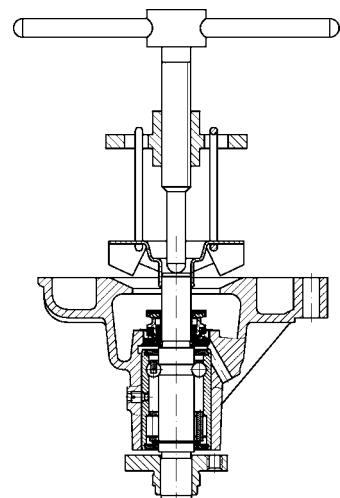

Рис. 4.50. Снятие крыльчатки насоса системы охлаждения
-с помощью съемника снять крыльчатку (рис. 4.50);